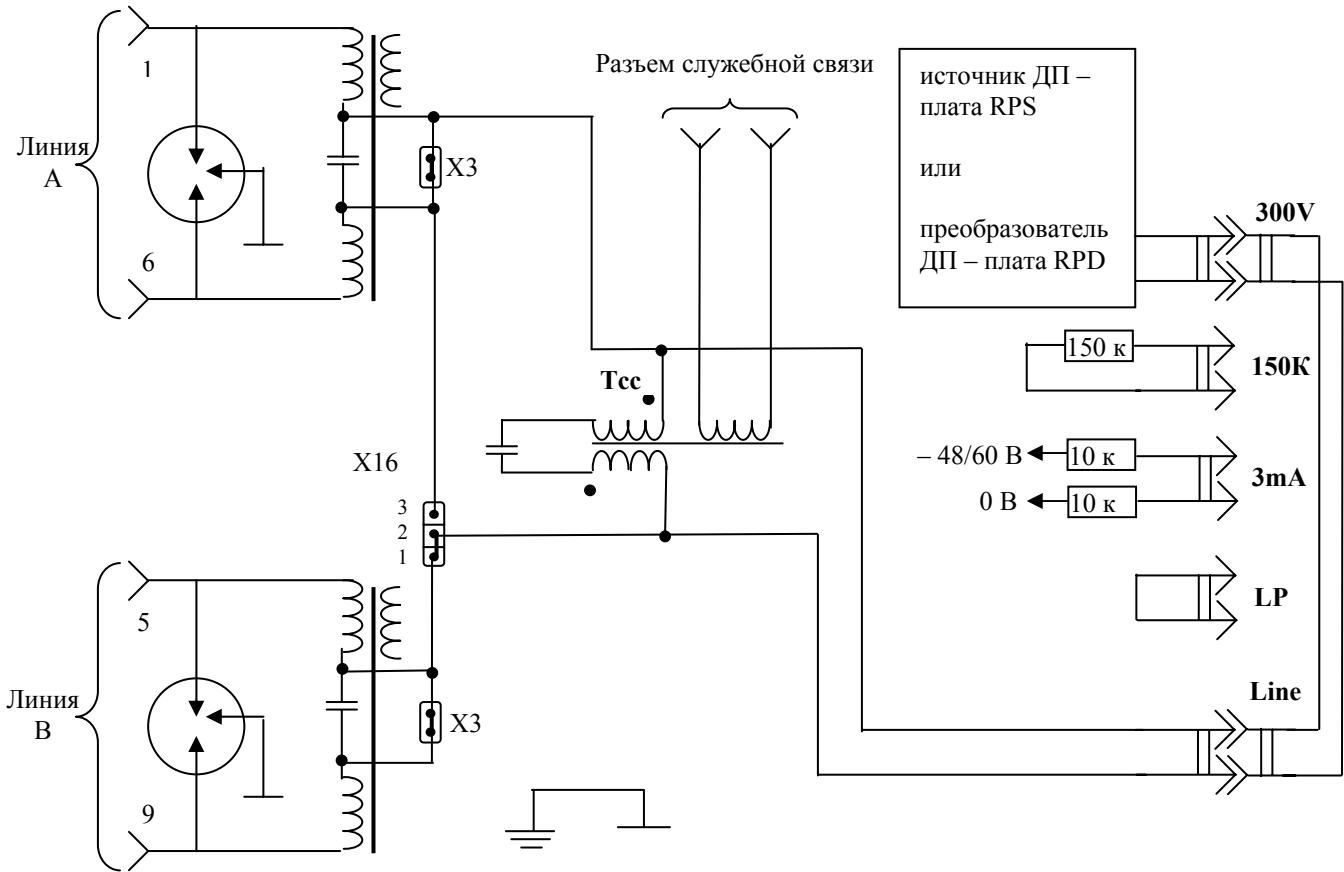
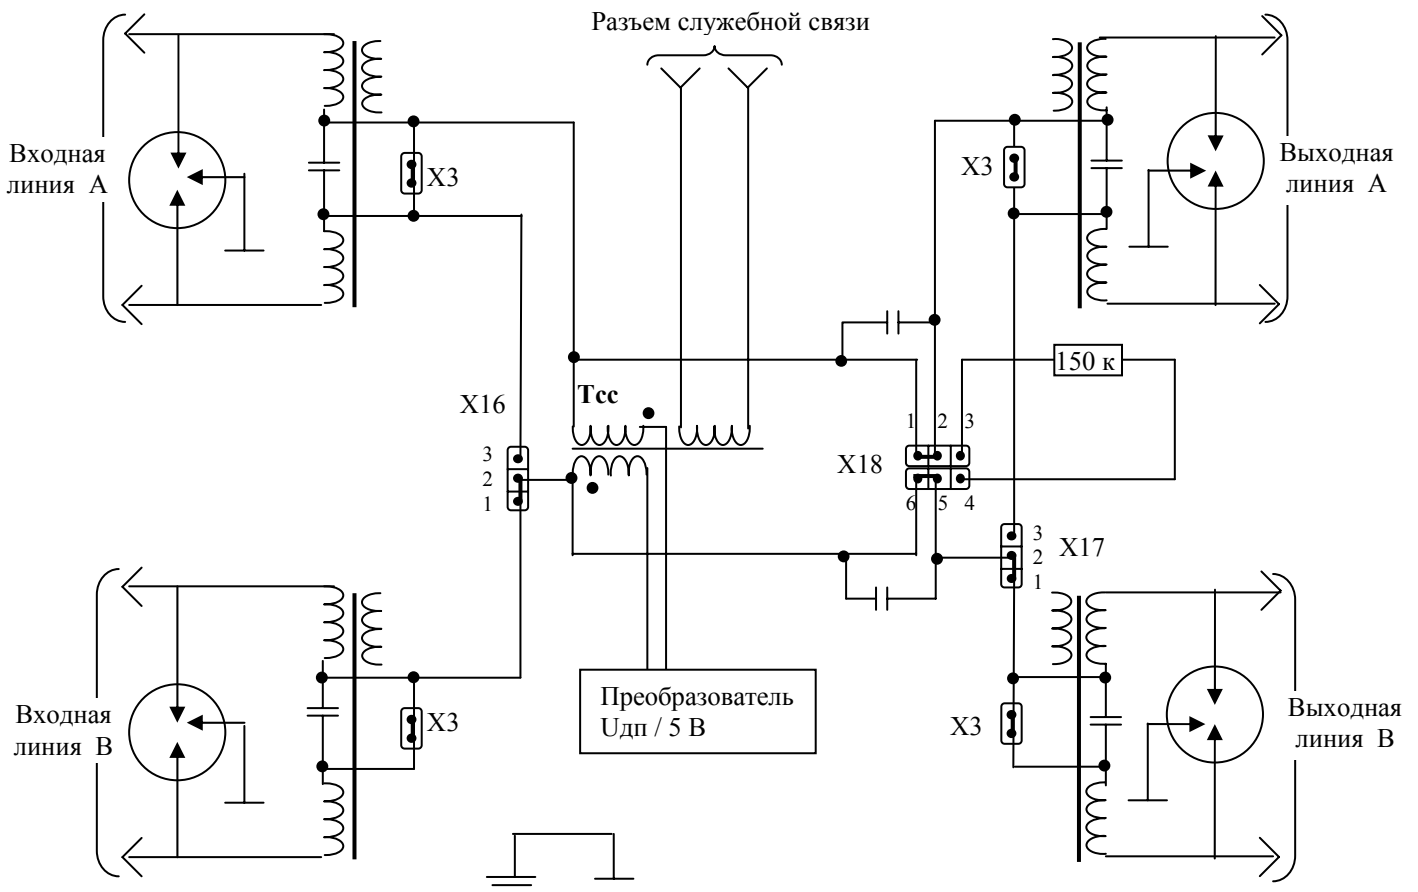

Рис. 7. Схема цепи ДП модема MC04-DSL2.bisM-xxx-60V / RPS /
Рис. 8. Схема цепи ДП регенератора MC04-1/2B.bisM.
Схемы цепей ДП модема и регенератора приведены на рис.7 и 8. В системе предусмотрены два варианта ДП: по одной линейной паре (схема «провод–провод») и по фантомной цепи двух линейных пар (схема «пара–пара»). При питании по одной линейной паре напряжение ДП подается через расщепленную по постоянному току среднюю точку линейного трансформатора. При питании по двум линейным парам напряжение ДП подается через средние точки двух линейных трансформаторов.
7.3.4. Шнур питания линии, коммутирующий разъем **Line** с разъемами **LP, 3mA, 150k, 300V** на задней панели модема, обеспечивает 4 режима питания линии (см. рис. 7).
Для обеспечения служебных разговоров между станцией и регенерационными пунктами в состав аппаратуры включен канал служебной связи, организованный по рабочим парам **двухпарных** линейных трактов. Служебная связь (СС) функционирует независимо от наличия или отсутствия напряжения ДП. Связь обеспечивается через трансформаторы служебной связи **Тсс**, первичные обмотки которых включены в цепь ДП модема и регенератора согласно схемам на рис. 7 и рис. 8. Передача сигнала СС между первой и второй секциями длинных трактов с двухсторонним питанием производится через конденсаторы, шунтирующие разрыв между контактами X18 в конечном регенераторе MC04–2B.bis–Т–К.